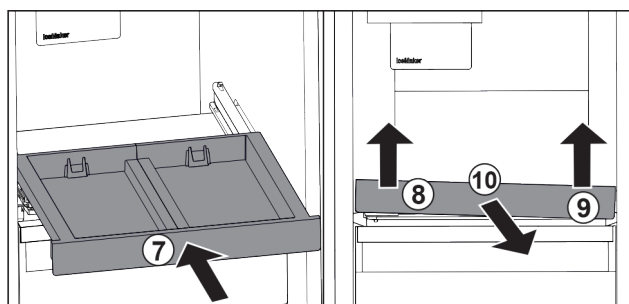

Fig. 120
- ▶ Tolja be a kihúzható rácst. Fig. 120 (7)
- ▶ Emelje meg a kihúzható rács elejét baloldalt. Fig. 120 (8)
- ▶ Emelje meg a kihúzható rács elejét jobboldalt. Fig. 120 (9)
- ▶ Vegye ki a kihúzható rácst előrefelé. Fig. 120 (10)